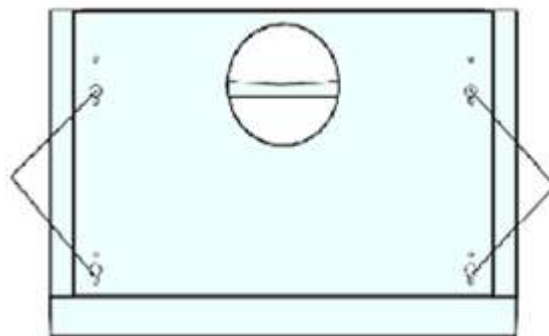

Рис. 4
5. Вбейте дюбеля, а затем привинтите корпус вытяжки к стене (вытяжку также можно прикрепить к шкафчику четырьмя шурупами (рис. 4))